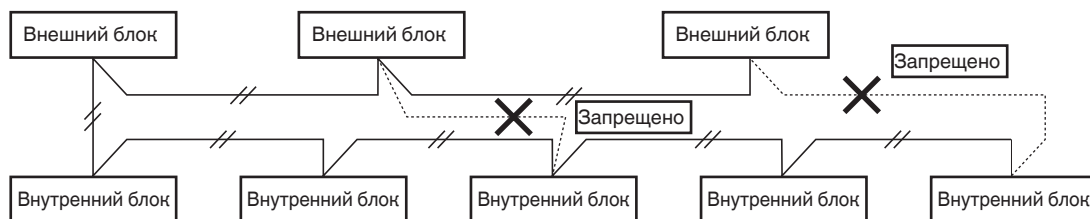

Рис. 4-3
- (2) Не устанавливайте межблочную проводку управления таким образом, чтобы она образовывала петлю. (Рис. 4-3)